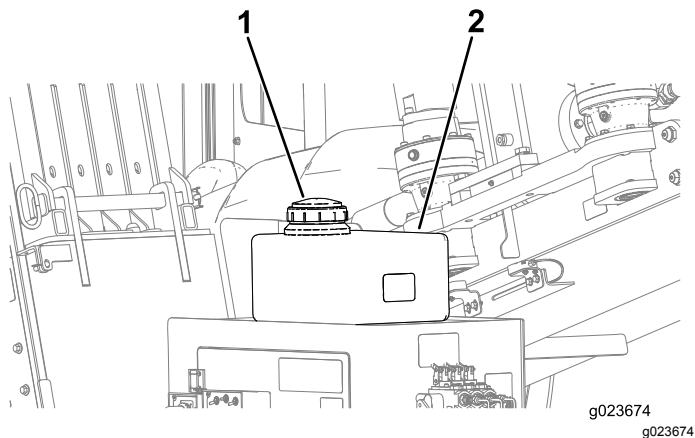

Figure 129
- C. Enlevez le bouchon du réservoir d'antigel pour la pompe à fluide de forage (Figure 129).
D. Vérifiez que le réservoir est rempli d'antigel (Figure 129).
D. Ajoutez la quantité nécessaire d'antigel dans le réservoir (Figure 129).
5. Remettez le bouchon sur le réservoir d'antigel (Figure 129).